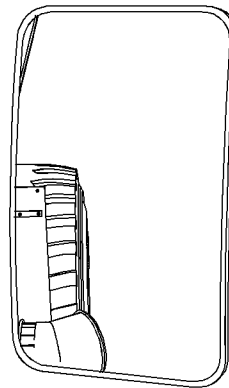

Ilustración 76
- Consulte la ilustración 76 .